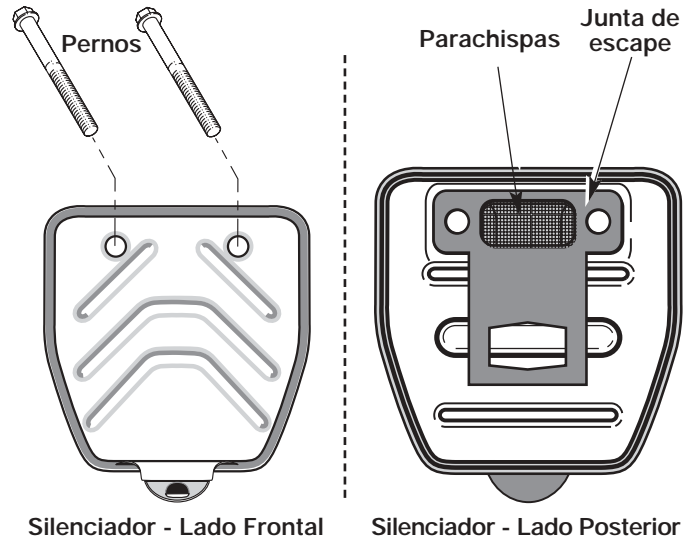

Fig. 38
2. Ubique el frente del silenciador y los dos (2) pernos que lo sujetan al motor (Fig. 38). Quite los dos (2) pernos con un destornillador de punta plana, una llave de tubo de 5/16 o destornillador para tuercas. Hale el silenciador del motor.
3. Voltee el silenciador al lado posterior y ubique la junta de escape. Retire la junta de escape (Fig. 38).
7. Ponga la junta del silenciador contra el lado posterior del mismo. Alinee los orificios de los pernos de la junta del silenciador en el silenciador. Mientras sostiene la junta en su lugar, ponga los pernos en el lado frontal del silenciador (Fig. 38).